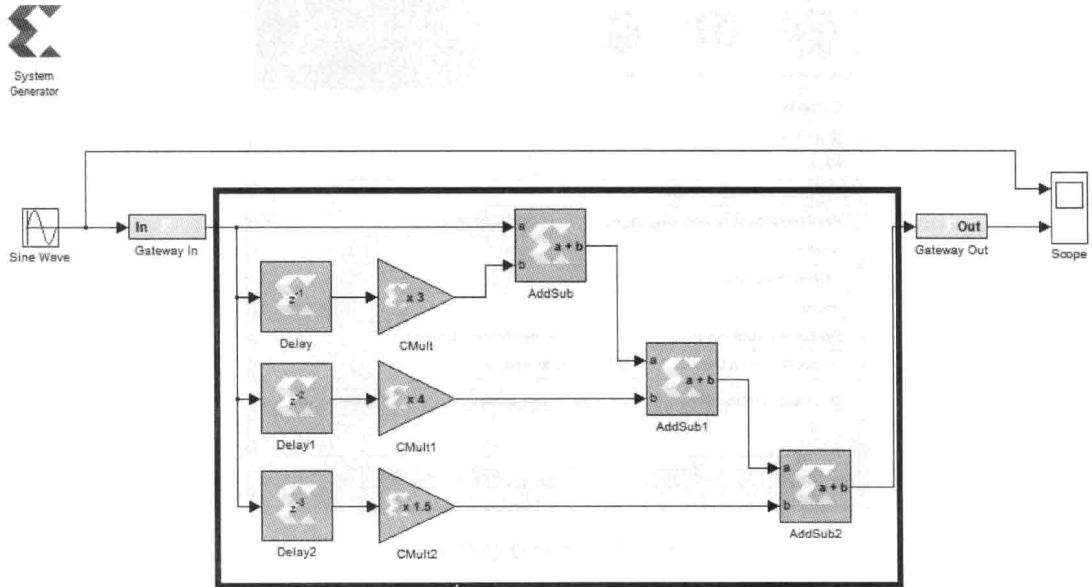
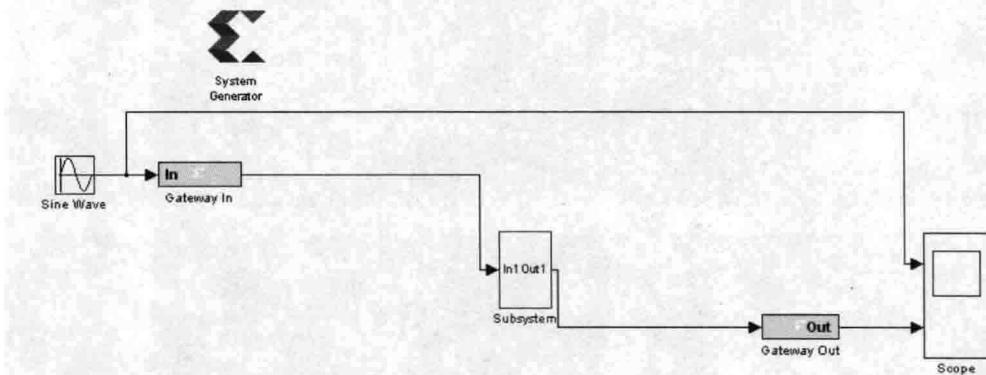

图 6.21 选择黑框内的区域
图 6.22 包含子系统的模型
- (1) 如图 6.21 所示,用鼠标选中黑框内的区域。
- (2) 单击鼠标右键,出现浮动菜单。在浮动菜单内,选择 Create Subsystem From Selection 选项。
(3) 如图 6.22 所示,给出了包含子系统的模型,图 6.21 的黑框区域内的模块作为整个系统的子模块存在。
(1) 在图 6.22 所示的界面中,双击 System Generator 符号。如图 6.23 所示打开 System Generator: basic\_model 对话框界面。按下面设置参数: